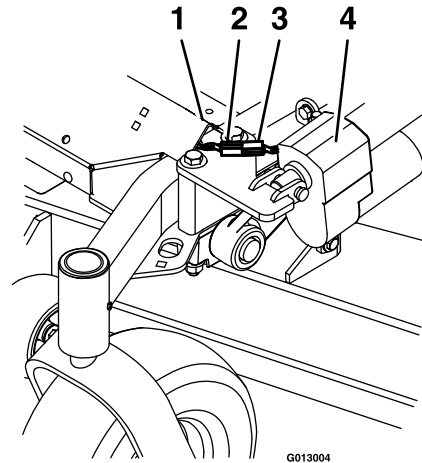

Figura 12
2. Conecte el otro extremo del arnés del actuador. Empuje la conexión del arnés del actuador y de elevación de la carcasa hacia el interior del rodapié (Figura 12).